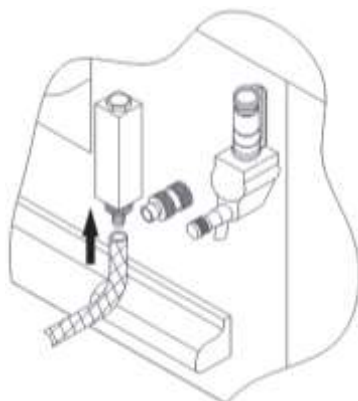

Figura 107 – Ligação para operação válvula de oxigênio limitadora
- Através de uma mangueira de pressão de nylon trançada 250 PSI atóxica, conectar a saída do fluxômetro da rede ou cilindro de oxigênio hospitalar ao niple da válvula de entrada de oxigênio da incubadora, conforme figura 107.